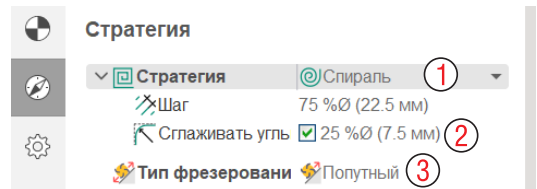

Рис. 3-14. Параметры стратегии в операции Обработка торцев.
Стратегия резания здесь по умолчанию Спираль (1 на рис. 3-14), включено сглаживание углов (2). А также тип фрезерования установлен в значение Попутное (3).